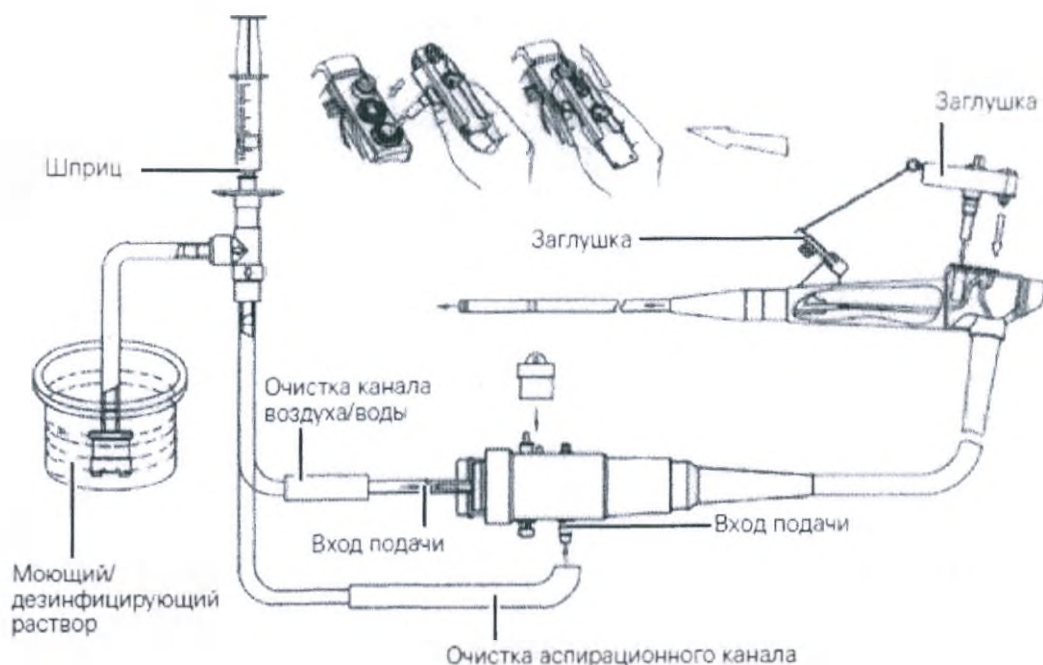

Рис.23. Схематическое изображение введения моющего раствора.
- b. С помощью 50 мл шприца последовательно введите моющий раствор в канал воздуха/воды и аспирационный канал эндоскопа через инъекционную трубку не менее 15 раз (750 мл) (как показано на рис. 23).